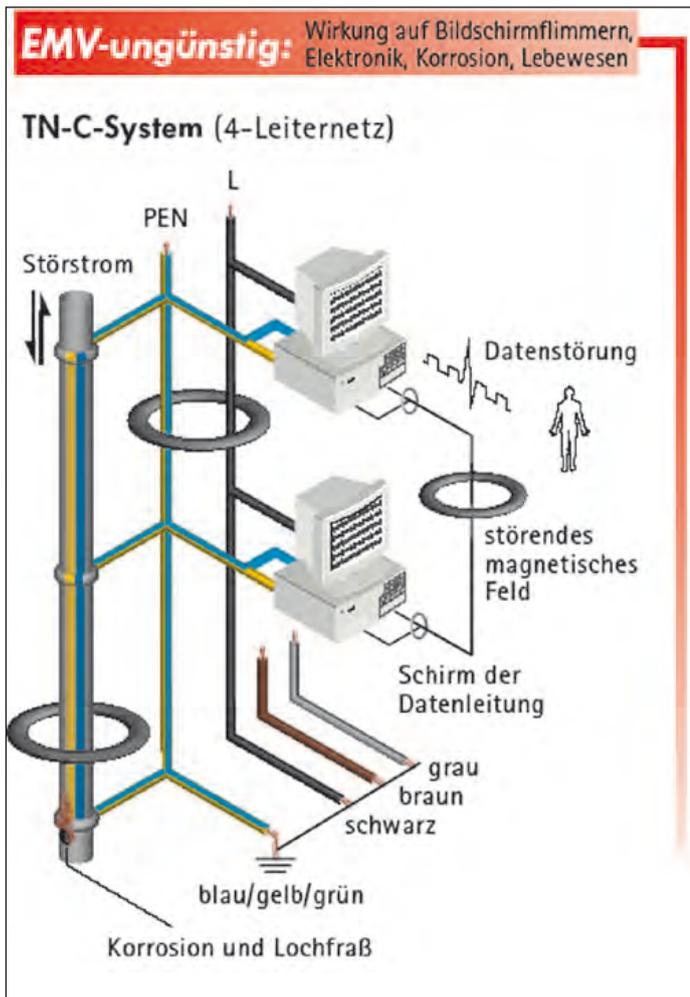
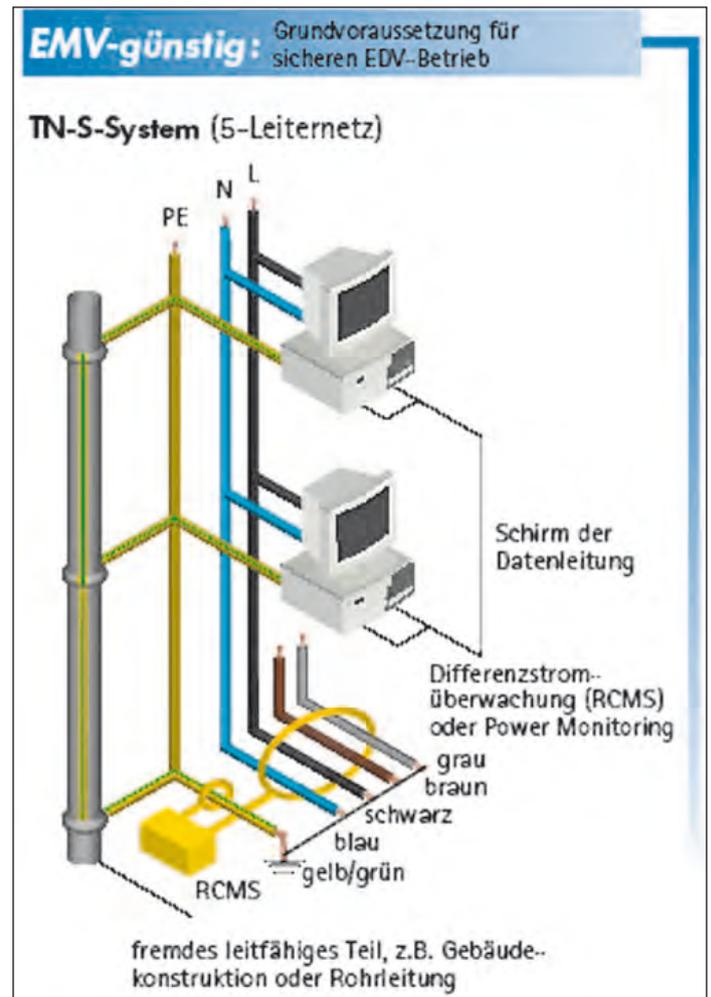
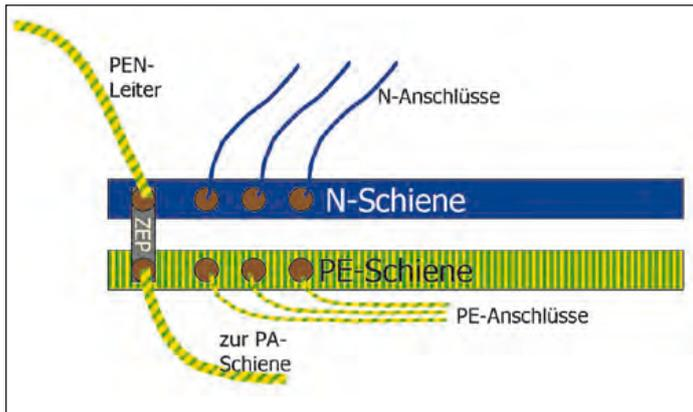

Bild 6: Störungen im TN-C-System (Quelle: [6])
Bild 7: Das ungestörte TN-S-System (Quelle: [6])
Bild 8: Realisierung des zentralen Erdungspunktes mit Stromschienen (Quelle: [6])
wesentlich schlimmer ist noch, dass die Störungen auf allen Kommunikationsverbindungen festzustellen sind, die über das PE/PA-System geerdet sind (geschirmte LAN-Kabel sind beidseitig aufzulegen). Beim regelmäßigen Auftreten von oberwellenreichen komplexen Rückleiterströmen ist dann durch die Einkopplung in das PE/PA-System (vagabundierende Ströme) in der Regel eine störungsfreie Funktion der im Haus betriebenen Kommunikationsnetze und IT-Systeme nicht gewährleistet. Besonders kritisch erweisen sich die sporadischen Fehlereffekte, deren Ursache wegen fehlender Reproduzierbarkeit kaum zurückverfolgt werden kann.“ [6] Die Grafik in Bild 6 stellt dieses Problem sehr gut dar. Es bleibt dabei: Nur durch eine konsequente Trennung der stromführenden Leiter (Phasen L und Rückleiter N) vom Schutzleiter (PE) und die richtige Erdung können die störenden Einflüsse minimiert werden. Dies vermag das TN-S-Netz (S = Separate, getrennte PE und N), dessen Soll-Zustand in Bild 7 dargestellt ist. Apropos „richtige Erdung“: Bild 8 zeigt eine mögliche Realisierung des zen-